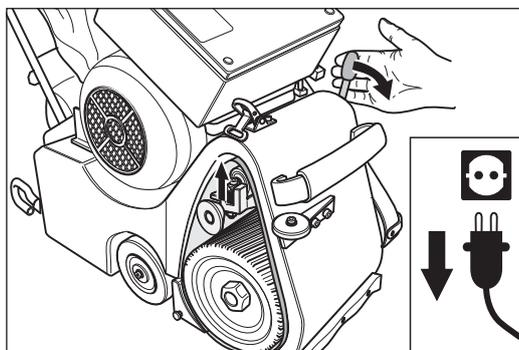

Fig. 14 ¡Nunca olvide tensar la cinta de lijado ya que, de lo contrario, pueden producirse daños o lesiones!
- 6 Para tensar la cinta de lijado, empuje hacia abajo de la palanca de mando del grupo (Fig. 14).